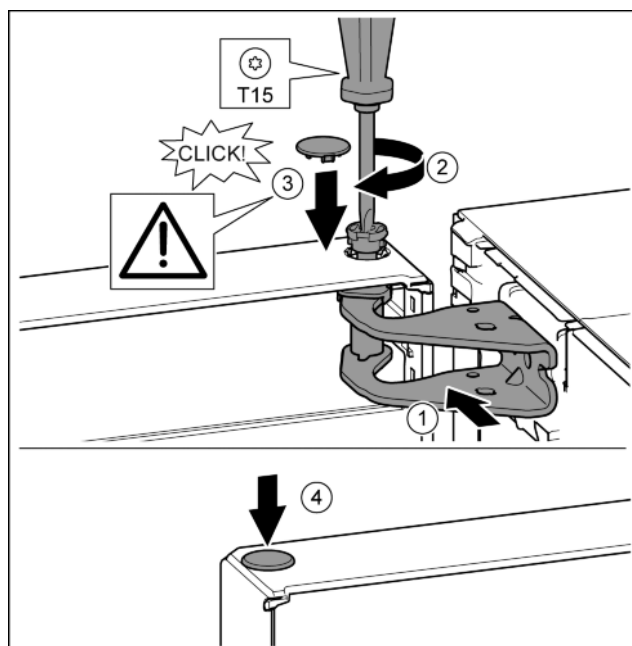

Fig. 20
- Dveře nahoře vyrovnejte s otvorem ve stojanu ložiska. Fig. 20 (1)
- Vložte čep a pevně jej utáhněte šroubovákem T15. Fig. 20 (2)
- K zajištění dveří namontujte bezpečnostní kryt: Bezpečnostní kryt nasad'te a zkontrolujte, zda přiléhá na dveře. V opačném případě čep zcela zasuňte. Fig. 20 (3)
- Vložte zátku. Fig. 20 (4)